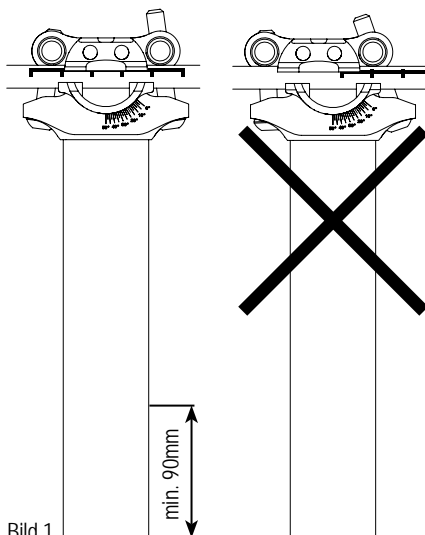

Bild 1
Die „NC-17 Empire Pro/S-Pro“ ist so entworfen worden das sie in jeder Länge gekürzt werden kann. Dies führt auch NICHT zum Verfall der Garantie. Anders als viele andere Leichtbausattelstützen kann unsere Sattelstütze auf der gesamten Länge abzüglich der minimalen Einschubtiefe geklemmt werden. Bei ungekürzter Rohrlänge beachten Sie bitte die Gravierung hierfür. Es müssen jederzeit mindestens 90mm im Rahmen geklemmt werden. (Bild 1) Anderenfalls kann der Rahmen oder die Sattelstütze schwer beschädigt werden. Bitte beachten Sie unbedingt, dass das Sattelstützenrohr zu keinem Zeitpunkt mit dem Dämpfer oder anderen Bauteilen kollidiert. Sollten so Schäden an Ihrem Rad entstehen übernimmt NC-17 keinerlei Garantie oder Gewährleistung für die Bauteile. Benutzen Sie zum Kürzen des Rohres möglichst einen Rohrschneider um einen geraden Schnitt sicherzustellen. Entfernen Sie anschließend Grat und Späne sorgfältig von der Schnittstelle.
3. Nun wird die obere Klemmplatte wieder in ihrer Ausgangsposition montiert und die Längsposition des Sattels eingestellt. Beachten Sie hierbei UNBEDINGT die Markierungen auf den Sattelstreben. Der Sattelklemmbereich muss innerhalb dieser liegen, da es sonst zu Beschädigungen am Sattel kommen kann. (Bild 1) Ziehen Sie nun die Sattelklemmschraube mit 10Nm fest. Kontrollieren Sie regelmäßig das Anzugsmoment.
ACHTUNG: Die obere Klemmplatte muss mittig über der unteren positioniert werden. (Bild 1) Anderenfalls kann es beim Anziehen der Sattelklemmschrauben zu Beschädigungen an Sattelstreben oder Sattelstütze kommen.